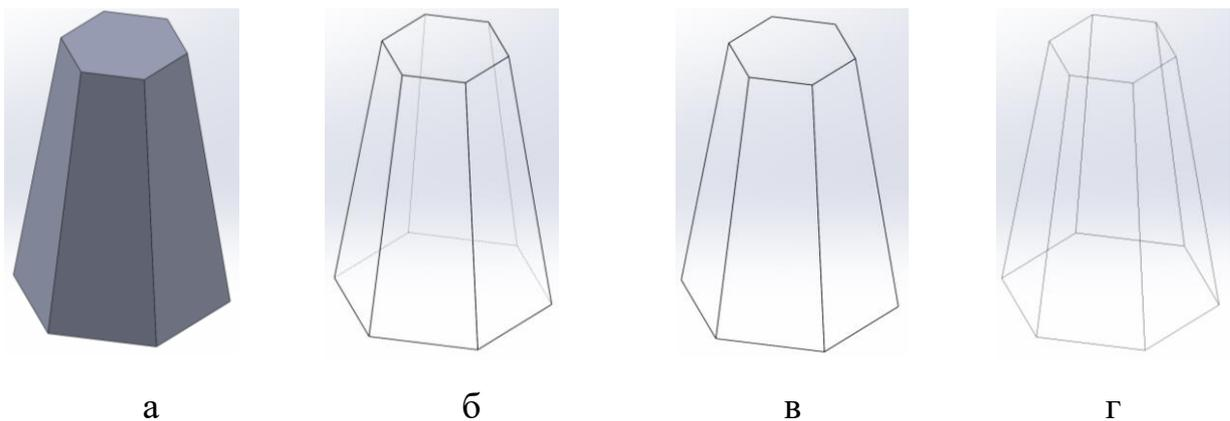

Рисунок 3.15 – Тип відображення моделі
SolidWorks дозволяє представляти отриману твердотільну модель кількома способами (рис. 3.15) у вкладці Тип відображення :
- **зафарбоване із кромками** (рис. 3.15 а). Найбільш показовий спосіб відображення, що дає уяву про форму й об'єм тривимірного об'єкта;
- **з відображенням невидимих ліній** (рис. 3.15 б). Всі кромки моделі, які неможливо побачити під обраним кутом, відображаються сірими кольорами або штриховою лінією (залежно від налаштування системи). Користувач може вибирати як видимі, так і невидимі кромки й вершини;
– **без відображення невидимих ліній** (рис. 3.15 в). Всі кромки, які неможливо побачити під обраним кутом, не відображаються. Вибирати можна тільки видимі кромки, вершини й грані;
– **каркасне представлення моделі** (рис. 3.15 г). Відображаються всі кромки моделі. Кромки й вершини, що перебувають за гранями моделі, відображаються як видимі й мають рівні можливості при виборі. При такому способі відображення видимі й невидимі кромки рівнозначні.